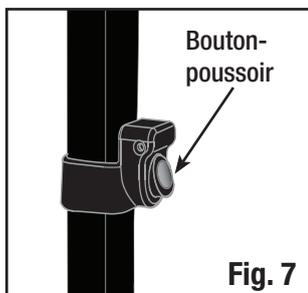

Fig. 7
- Abaissez l'armature un poteau à la fois en appuyant sur les boutons-poussoir situés sur la partie du bas des poteaux. (Fig. 7)